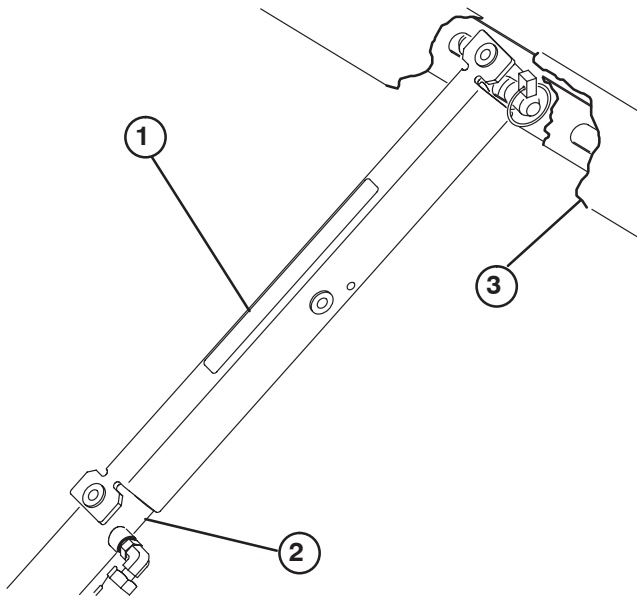

Bild 40
- Schieben Sie die Ladepritschenstütze auf die Zylinderstange. Achten Sie darauf, dass die Stützenendlaschen auf dem Ende der Zylindertrommel und auf dem Ende der Zylinderstange aufliegen (Bild 40).